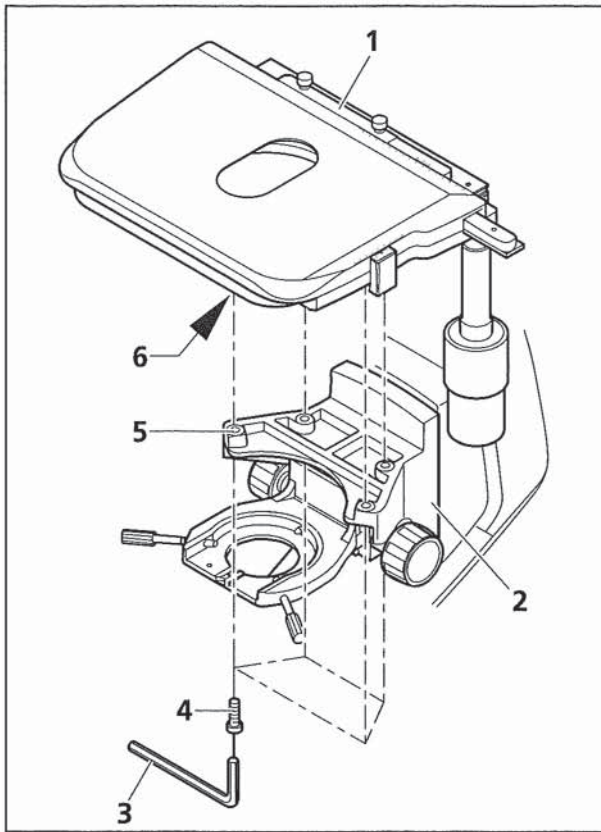

Bild 3-10 Kreuztisch wechseln
- Vier Befestigungsschrauben (Bild 3-10/4) am Tischträger (Bild 3-10/2) mit Inbusschlüssel SW 3 (Bild 3-10/3) herausdrehen.
- Tisch (Bild 3-10/1) nach oben vom Tischträger abnehmen.
- Tisch (Bild 3-10/1) auf Tischträger (Bild 3-10/2) aufsetzen, so dass sich die Gewindebohrungen in der Unterseite des Tisches (Bild 3-10/6) über den Durchgangslöchern (Bild 3-10/5) des Tischträgers befinden.
- Die vier Befestigungsschrauben (Bild 3-10/4) von unten durch den Tischträger stecken und in die Tischunterseite eindrehen.